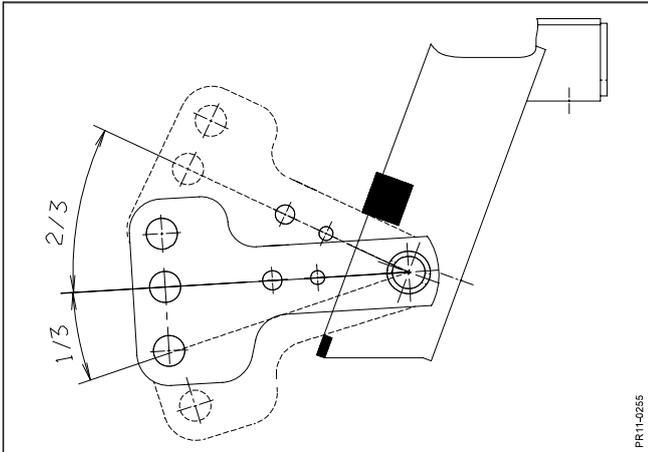

Fig. 2-7
**Fig. 2-7:** Die Fähigkeit der optimalen Boden Anpassung ist erreicht, wenn der Schwenkarm sich 1/3 nach unten und 2/3 nach oben bewegen kann. Entlastung des Balkens auf 30 – 40 kg Bodendruck.